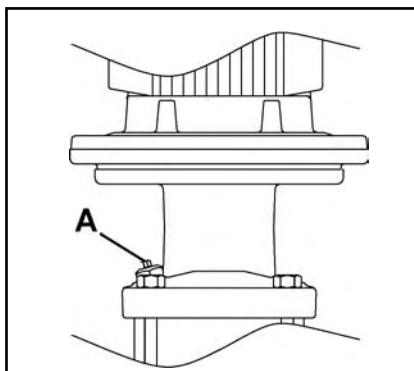

Abb. 6
1. Die Ablaßschraube (A, Abb. 6) ein bis zwei Umdrehungen los schrauben, bis es Wasser und Luft herausströmt.